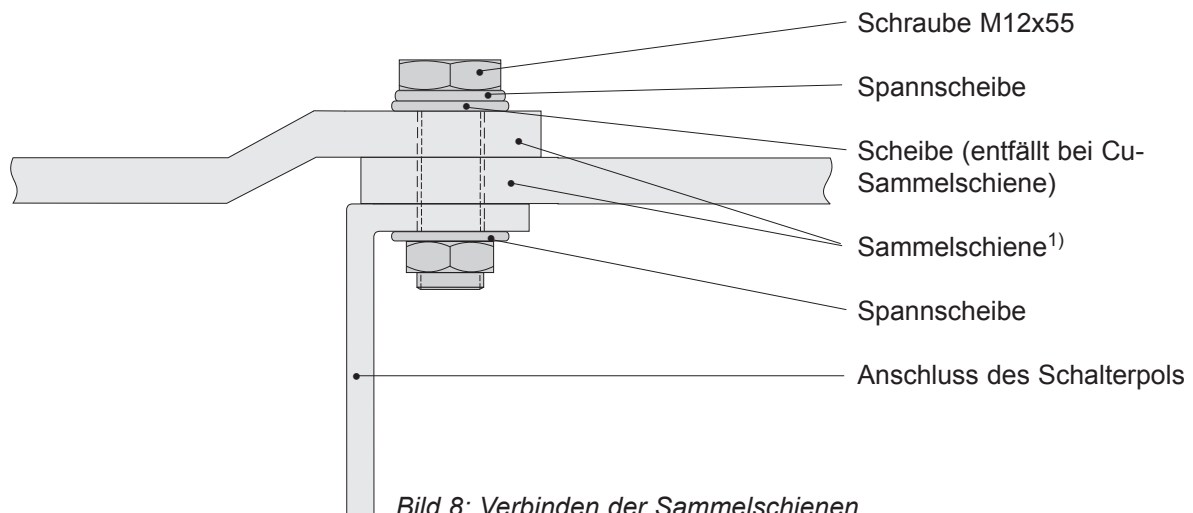
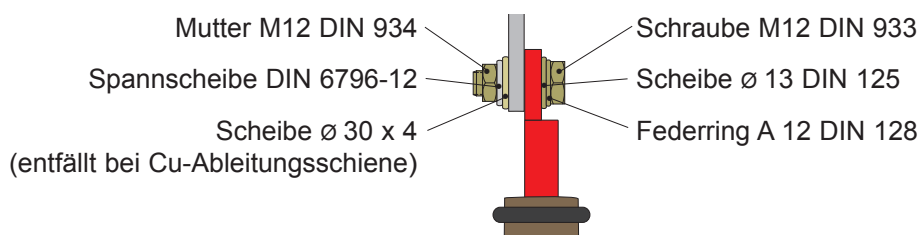

*Bild 9: Verschrauben der Gehäuse*
Bild 12: Kabelanschluss
Die Gehäuse werden an den vorderen und hinteren Holmen mit Sechskantschrauben M8 x 20 ISO 4017 und Muttern ISO 4032 standardmäßig verschraubt. Die Felder sind gemäß *Bild 9* zu verschrauben. Die entsprechenden Schrauben, Muttern und Beilagscheiben werden als Zubehör mitgeliefert.
von hinten durchstehenden Schrauben M12 mit Verdrehungsschutz befestigt (Seite 9, Pos. 4a und b). Anschließend werden die oberen Anschlusskontakte mit der Sammelschiene verbunden (Bild 9) und der Kabelanschluss befestigt (Bild 12). Zum Schluß wird die Einschubklappe, die sich unterhalb der Frontblende befindet, montiert.
Beim Ausbau des Lasttrennschalters (Erdungsschalter einschalten!) muß zuerst der Sammelschienenanschluß (Bild 8) und die Kabelbefestigung (Bild 12) gelöst werden. Die seitlich zwischen den Feldrahmen eingebaute Einschubklappe (5) abmontieren, danach
Die Kabel- und Endverschlußbefestigung sowie der Kabelanschluss ist unter Verwendung der in Höhe und Tiefe verstellbaren verzinkten Endverschlußhalterungen entsprechend *Bild 12* durchzuführen. Beim Anschließen der Leitungen ist darauf zu achten, daß an den Anschlusskontakten des Lasttrennschalters weder Zug-, Schub- noch Verdrehungskräfte auftreten. Das Anzieh-Drehmoment für die Schraubverbindungen beträgt 75 Nm.